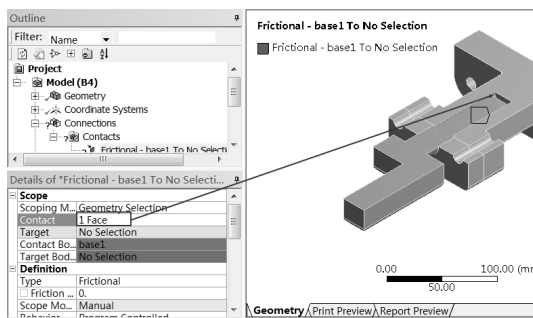

图 13-57 设置接触面（1）
Step4：选择 base1 实体的内表面，如图 13-57 所示，在 Details of “Frictional” 面板下面的 Scope Contact 中单击 Apply 按钮。